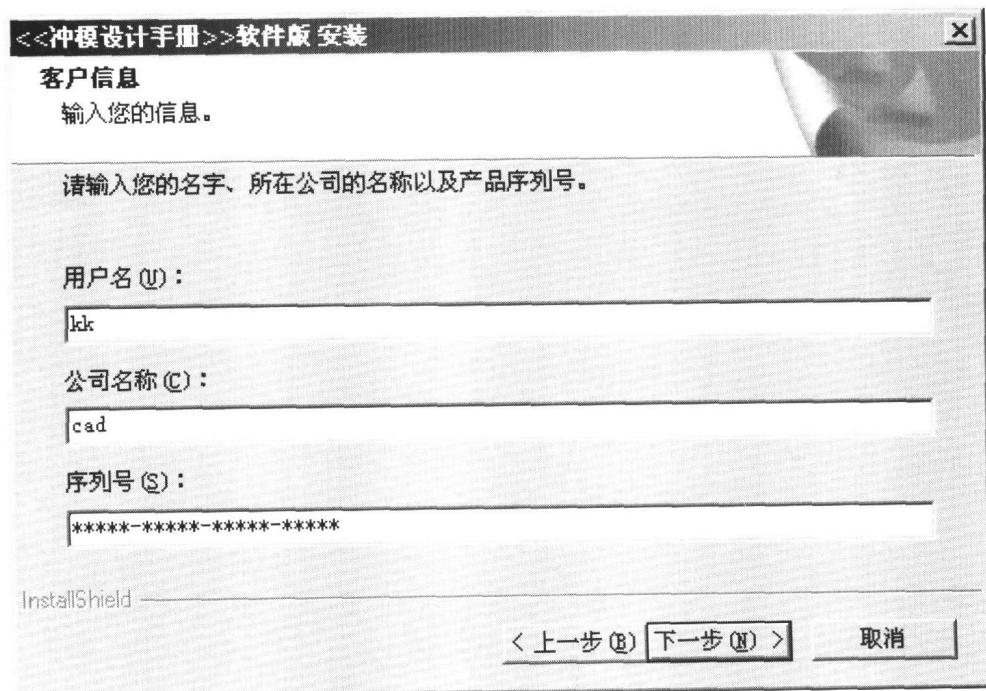

图 1.4 客户信息界面
- (5) 在客户信息界面输入相关信息及序列号并仔细检查序列号无误后，单击“下一步”按钮，如图 1.4 所示。